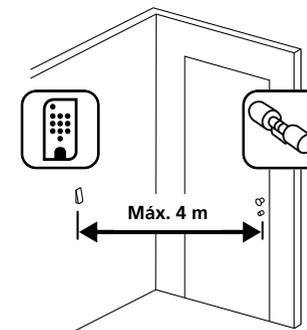

Fig. 1
- 1 Segure o teclado no local de montagem desejado (Fig. 1).
- 1 Faça três furos de acordo com as dimensões mostradas na figura. Utilize uma broca de 6 mm de diâmetro (Fig. 1).